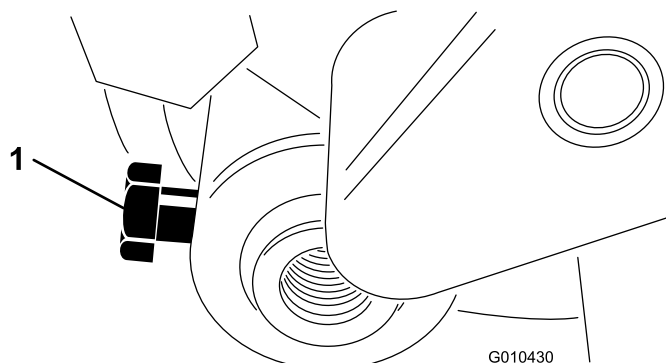

Рисунок 16
9. Вставьте ось валика в узел рычага левого регулятора и зафиксируйте болтом (М6-1 х 12 мм), не затягивая, как показано на Рисунок 16.
4. Выровняйте валик по центру между рычагами регуляторов и затяните крепежные болты (см. Рисунок 16).